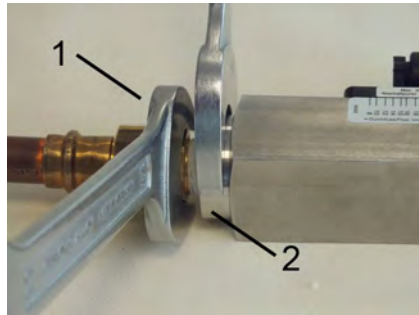

Abb. 12: Gerät einschrauben
- Übergangverschraubung (Abb. 12/1) unter Gegenhalten der Verschraubung (Abb. 12/2) des Gerätes weiter eindrehen, bis die Verbindung dicht ist